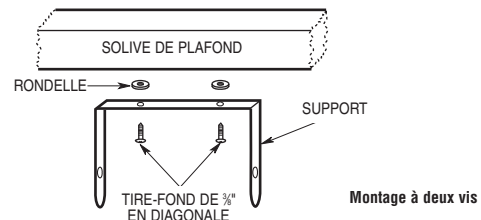

Figure 2
1. Enlevez le support du radiateur et positionnez-le à l'emplacement de montage désiré (Voyez la Figure 2). Fixez-le solidement sur la structure de la construction en utilisant de la visserie adaptée (fourniture locale).